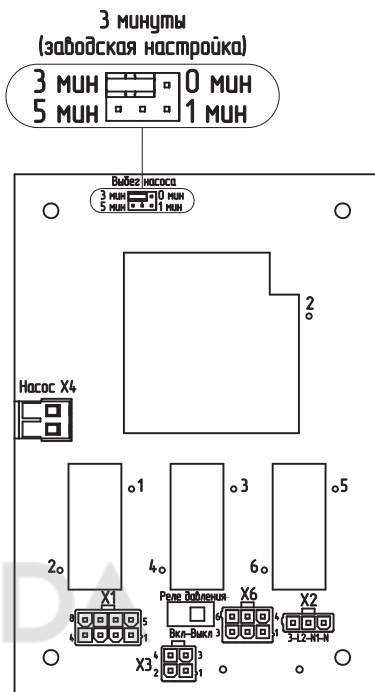

Рис. 8 Положение переключки задержки выключения насоса
- Изменить положение перемычки в разъеме контроля выключения насоса как показано на рисунке **Рис. 8**.